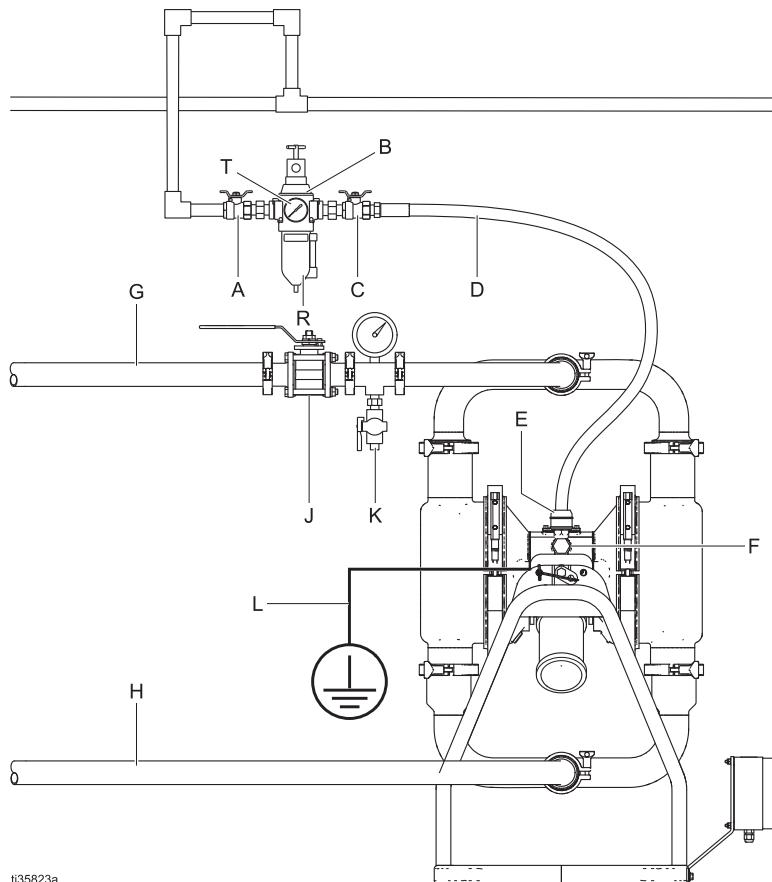

図 2: 代表的な壁面設置例
- 代表的な設置例：図 2. これはシステム構成部品を選択し、設置する際のガイドに過ぎません。お客様の必要に応じたシステムの設計の支援が必要な場合は、Graco 販売代理店にご相談ください。
- 図 2. アクセサリーに供給を行っているエアラインが接地されていることを確認してください。
- 液体圧力制御用のエアレギュレーター (B) およびエア圧力ゲージ (T) を取り付けます。供給エア圧力を下げるとき、ポンプの液体アウトレット圧力が下がります。
- ブリード型マスターエアバルブ (C) をポンプに近い場所に設置し、こもった空気を開放するのに使用します。もう一方のマスターエアバルブ (A) は、すべてのエアラインアクセサリーの上流側に設置し、清掃および修理の際にそれらを隔離するために使用します。
- エアラインフィルター (R) は、供給圧縮エアから有害な汚れや湿気を取り除きます。
- 接地済み導電フレキシブルエアライン (D) をアクセサリーと 1/2 npt(f) ポンプエAINレット (F) の間に取り付けます。最小 9.5 mm (3/8 インチ) の ID エアラインを使用してください。必要に応じて、エアライン (D) とポンプエAINレット (F) の間にエアラインカプラー (E) を取り付け、しっかりと締めてください
2. ポンプ液体アウトレットに近い場所に液体ドレンバルブ (K) を取り付けます。以下を参照してください: 図 2.